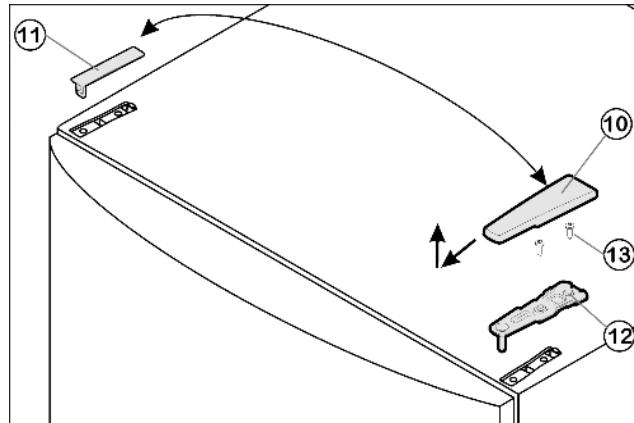

Fig. 4
- Потяните крышку Fig. 4 (10) вперед и вверх.
- Снимите крышку Fig. 4 (11).
- Открутите верхний опорный кронштейн Fig. 4 (12)(2 шт. Torx® 25) Fig. 4 (13) и вытяните вверх.
- ▶ Установите верхний опорный кронштейн *Fig. 4* (12) на новой стороне шарнира и защелкните в дверце.
- ▶ Прикрутите верхний опорный кронштейн *Fig. 4* (12) (**с моментом 4 Нм**) (2 шт. Torx® 25) *Fig. 4* (13). При необходимости проделайте отверстия или используйте аккумуляторную отвертку.
- ▶ Защелкните крышку *Fig. 4* (10) и крышку *Fig. 4* (11) на противоположной стороне.